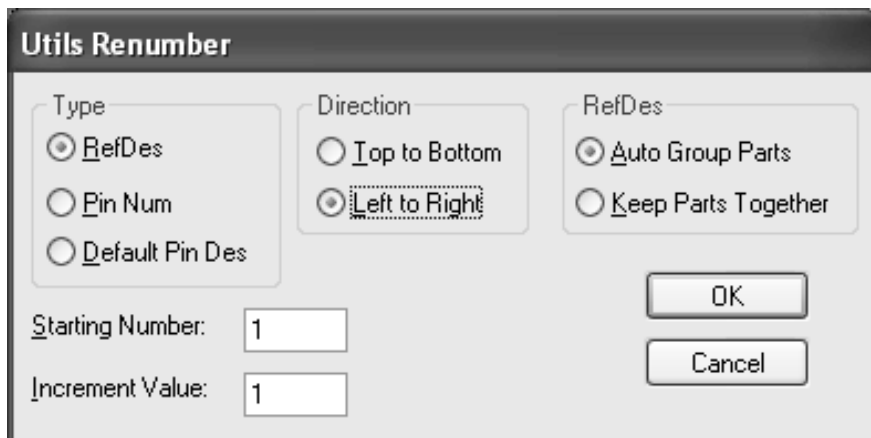

Рис.4.4. Переименование позиционных обозначений
- 9) Последовательная нумерация позиционных обозначений выполняется с помощью команды Utils/Renumber (рис.4.4.), где необходимо установить следующие параметры: Type – RefDes, Direction – Left to Right, RefDes – Auto Group Parts, Starting Number – 1, Increment Value – 1. Далее нужно разместить позиционные обозначения справа или над РЭК. Выделение позиционного обозначения возможно при нажатой клавише Shift.